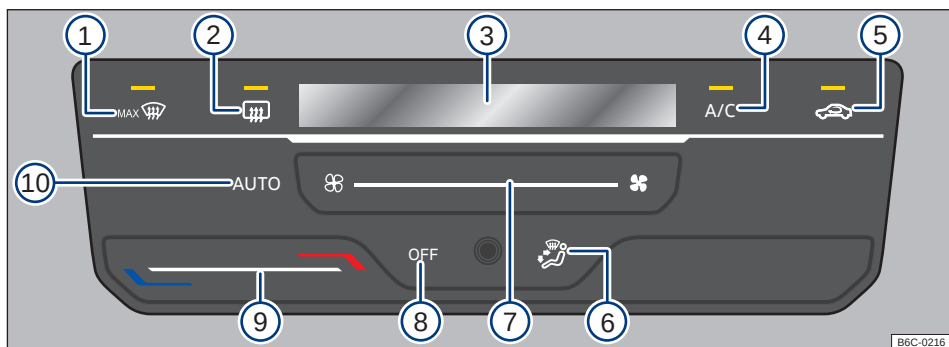

Fig. 82 Comandos do Climatronic.
- *Climatronic*: tocar na superfície de função OFF → Fig. 82 (8).
Ao tocar na superfície de função **AUTO** → Fig. 82 (10) é possível ligar o modo automático do Climatronic.
O modo automático garante temperaturas constantes no interior do veículo. A temperatura do ar, o volume de ar e a distribuição de ar são regulados automaticamente. O funcionamento automático se desliga quando a ventilação é alterada manualmente → Fig. 82 (7) ou com a alteração da distribuição de ar através da superfície de função → Fig. 82 (6).
- *Climatronic*: tocar na superfície de função **A/C** → Fig. 82 (4) para ligar e desligar o funcionamento da refrigeração.
- *Climatronic*: deslizar o dedo sob a superfície de função → Fig. 82 (9).
No display do Climatronic → Fig. 82 (3) é indicada a temperatura ajustada.
- *Climatronic*: deslizar o dedo sob a superfície de função → Fig. 82 (7).
- *Climatronic*: tocar na superfície de função → Fig. 82 (5).
- *Climatronic*: tocar na superfície de função → Fig. 82 (6) para posição desejada, a distribuição selecionada será indicada no display (3).
– **Climatronic:** tocar na superfície de função  → Fig. 82 ①.
– **Climatronic:** tocar na superfície de função  → Fig. 82 ②.